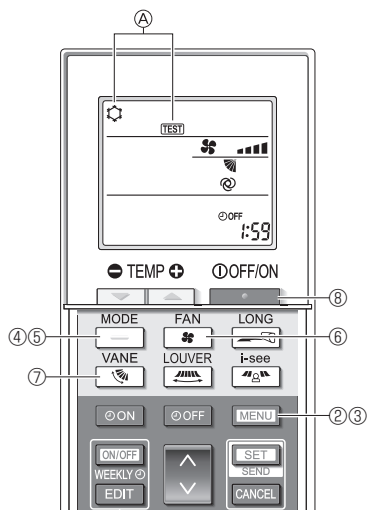

Fig. 8-5
- ① Attivare l'alimentazione almeno 12 ore prima della prova di funzionamento.
- ② Premere il pulsante **MENU** per 5 secondi. (Fig. 8-5)
Vengono visualizzati **A** [TEST] e il modo operativo in corso. (Fig. 8-5)